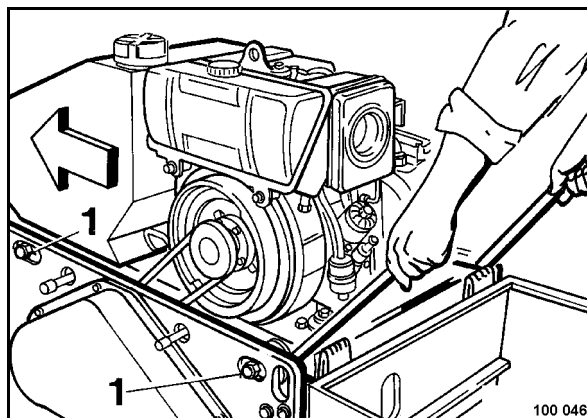

рис. 65
- Ослабить все четыре крепежных винта 1 (рис. 65) на раме.